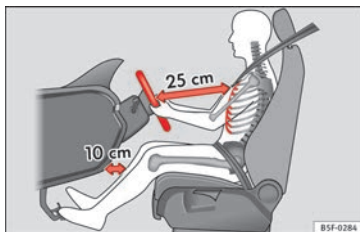
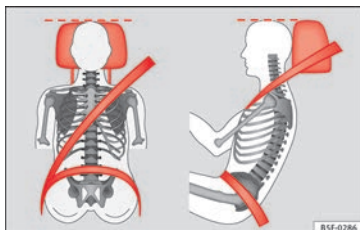

Fig. 79 La separación correcta entre el conductor y el volante debe ser de 25 cm como mínimo (10 pulgadas).
Fig. 80 Banda del cinturón y apoyacabezas ajustados correctamente.
- Ajuste el apoyacabezas de modo que el borde superior quede, en la medida de lo posible, a la altura de la parte superior de la cabeza, en ningún caso por debajo de los ojos. Mantenga la nuca lo más cerca posible del apoyacabezas » **fig. 79** y » **fig. 80**.
- Ajuste el volante de tal modo que quede como mínimo a 25 cm (10 pulgadas) del tórax » **fig. 79** y que pueda asir el volante lateralmente por la parte exterior con las dos manos y los brazos ligeramente flexionados.
- Ajuste el asiento del conductor longitudinalmente de forma que pueda pisar a fondo los pedales con las piernas ligeramente flexionadas y que las rodillas queden, como mínimo, a 10 cm (4 pulgadas) del tablero de instrumentos » **fig. 79**.